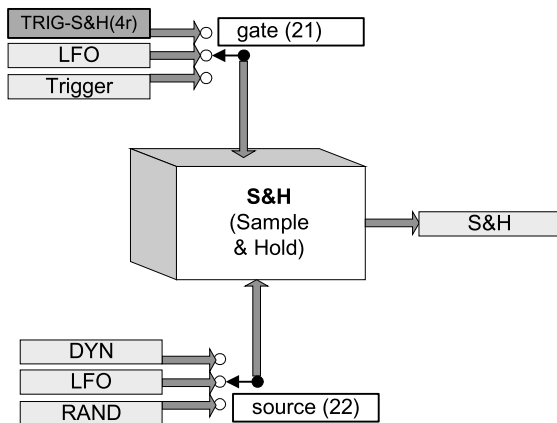

Abb. 9.3.1 Sample & Hold (S&H)
Die S&H umfasst die Bedienelemente **[gate] (21)** und **[source] (22)** auf der Front und **„TRIG-S&H“ (4)** auf der Rückwand. Eine Sample & Hold besitzt einen Eingang (source), einen Ausgang und ein Steuerungseingang (gate). Am Eingang kann irgendein veränderliches Spannungssignal (Audio oder Modulation) anliegen. Wenn das Gate durch einen Impuls aktiviert wird, wird der gerade aktuelle Spannungswert am Eingang gesampelt (eine Probe entnommen), an den Ausgang weitergegeben und dort gehalten (hold). Auf diese Weise werden kontinuierliche Signale „zerhackt“. Abb. 9.3.1 zeigt die Struktur der S&H.